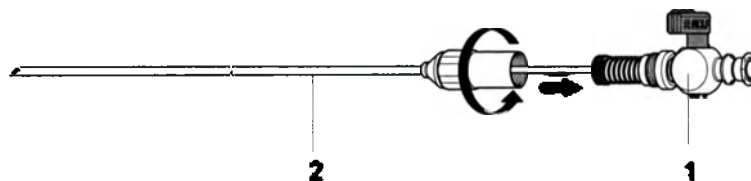

Рис. 12
♦ Навинтите наружную часть (2) на внутреннюю часть (1) (рис. 12).